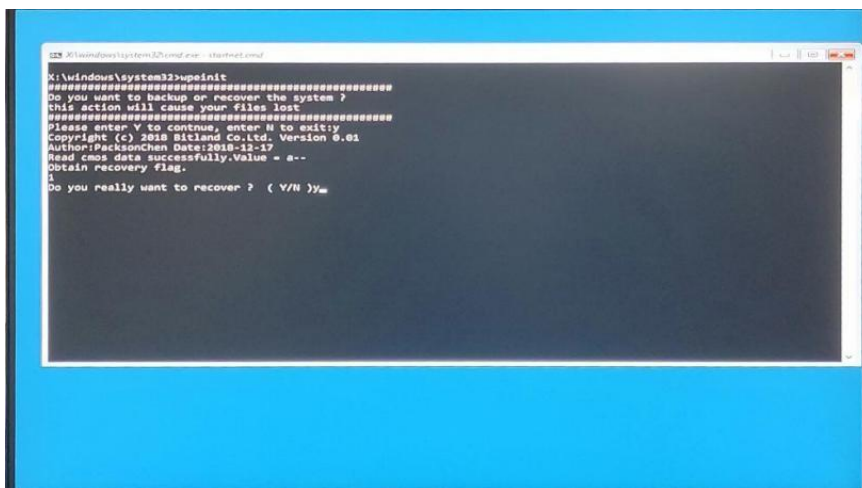

图 4 还原操作界面
(1) 检查工作：○1由于备份及还原操作过程中机器均不能外接存储设备，在操作之前务必先检查确认 USB 接口未连接外部存储设备，如 U 盘等，否则备份还原会出现错误；○2保证硬盘内存容量大小不小于64G；
(2) 按电源键开机或上电开机后，连续点击键盘上的 F4 键，就能进入还原操作界面（如图4 所示），连续输入 2 次“y”确认。
- (4) 进入到系统还原界面（如图6所示），等待还原完成，还原完成后会自动重启，重启后会进入图4，最后需按 Enter 键确认，等待进入系统即可。